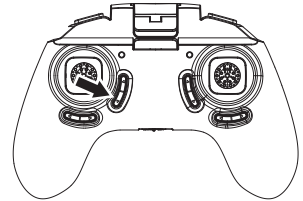

Bild 6
- Drücken Sie zur Aktivierung der Return-Funktion die untere manuelle Trimm-B-Taste (8). Der Quadrocopter beginnt daraufhin sich in die Rückwärtsrichtung zu bewegen, die zum Zeitpunkt des Starts eingestellt wurde. Siehe Bild 6.